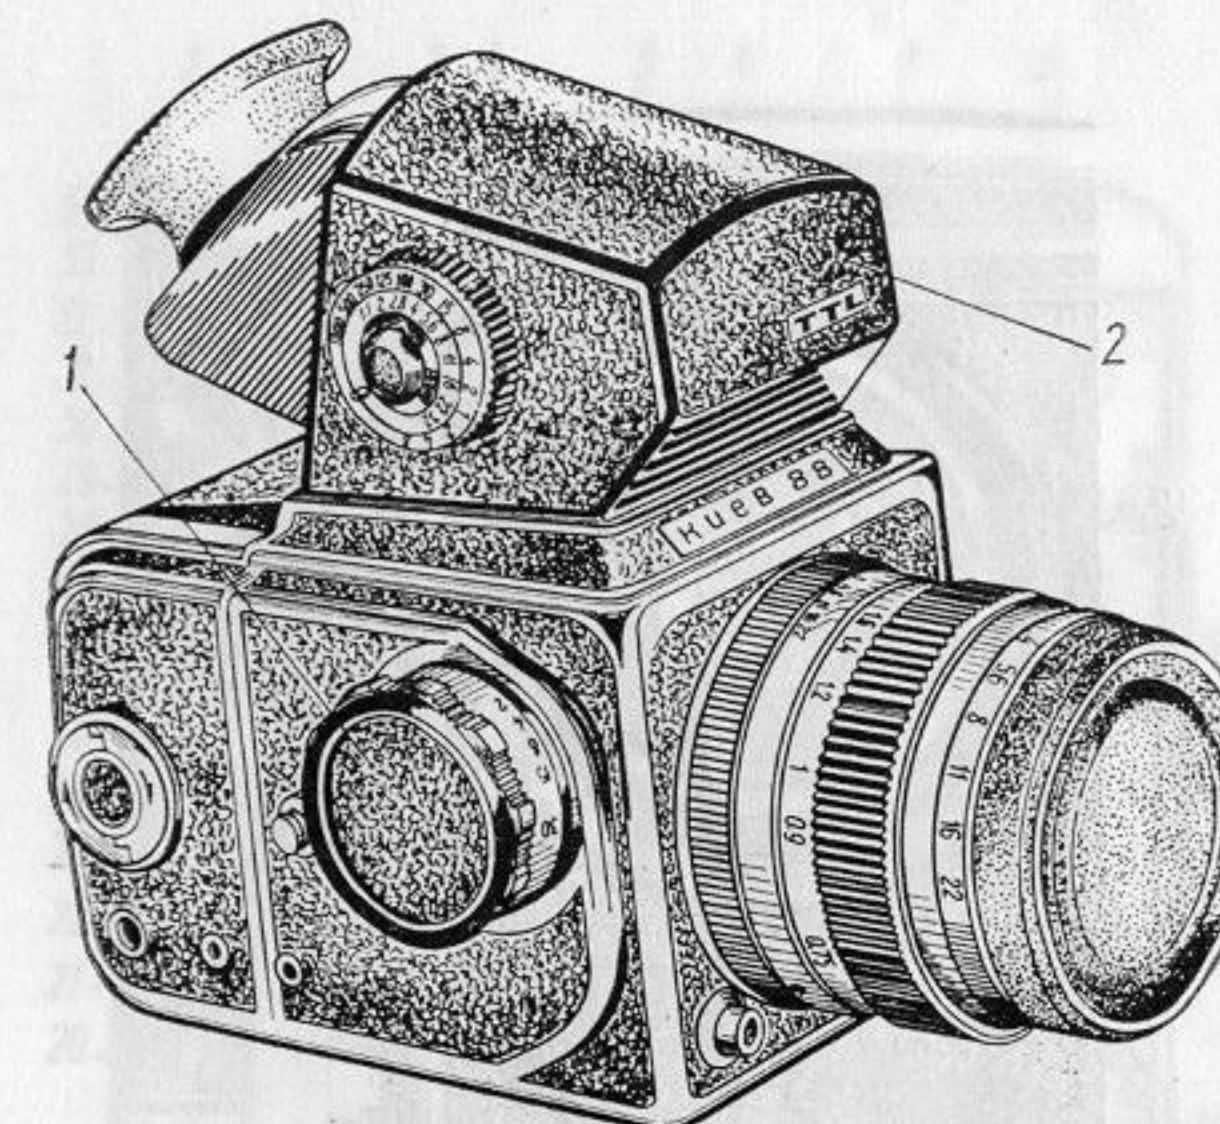

Рис. 2. Фотоаппарат КИЕВ 88 TTL (вид первый):
8.7. Нанести тонкий слой клея на обклейку 1 (рис. 2), выдержать до отлипа и наклеить на заводную головку.